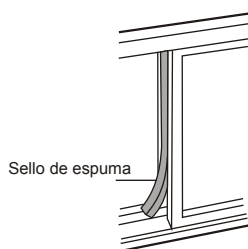

Imagen 15
5. Corte el sello espuma al largo apropiado y selle la brecha entre la parte superior y la parte inferior de la ventana. Como se muestra en la Imagen 15.